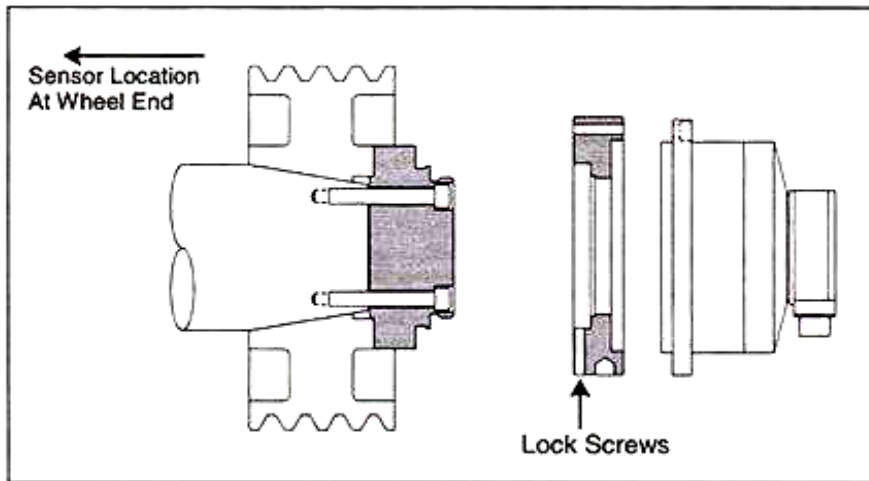

图 7b
2、随着磨床实际情况不同，平衡头可安装于砂轮端面既与主轴螺纹连接处，也可装于主轴的另一端既与皮带轮端面相连接，但传感器应该始终放置靠近磨床砂轮的部位。见（图 7b）